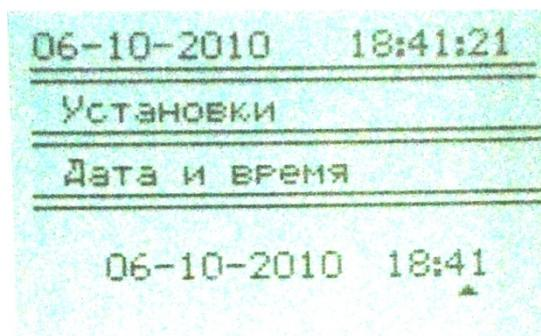

Рис.7 Меню настройки времени и даты
- 2.3.3 Нажать кнопку «Ввод» блока основного. На экране появится изображение меню настроек времени и даты (рис.7).